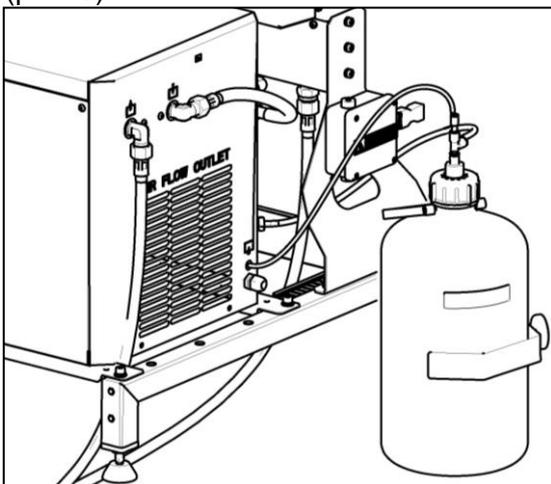

Рис. 8
- Подключите шланги от водоотделителя и конденсатоотводчика на осушителе к соединителям на клапанах канистры (рис. 8).